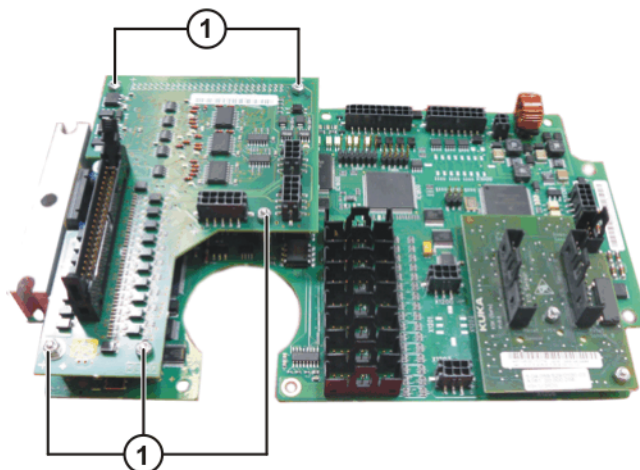

图 11-16: 更换输入 / 输出印刷电路板
2. 拆下输入 / 输出印刷电路板上的六角螺母。(>>> 图 11-16)